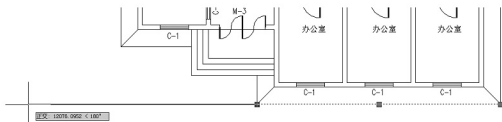

图 3.34 由下部散水线生成辅助线 1
- (1) 生成辅助线：用夹点编辑中的【拉伸】命令将散水线拉长生成辅助线。
- ① 在命令行无命令的状态下选中下部的散水线，会出现 3 个蓝色的夹点。单击左侧的夹点，该夹点变红，打开【正交】功能，将光标水平向左拖动至如图 3.34 所示的位置。